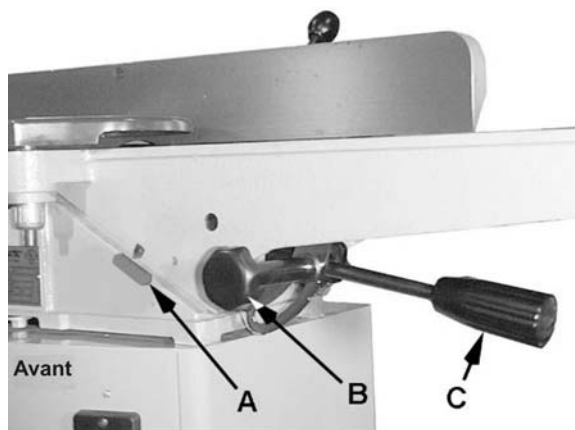
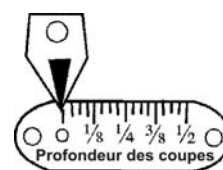

Figure 16
Figure 17
Référez-vous aux Figures 16 – 18.
1. Desserrez la vis à oreilles (D) et le bouton de blocage (B).
2. Soulevez ou abaissez le *manche de réglage de la hauteur* (C) jusqu'à ce que l'échelle (A, Fig. 16 et Figure 17) atteigne environ la profondeur de coupe souhaitée.
Astuce utile : Parfois, vous allez remarquer que vous ne pouvez pas effectuer de réglage tout en haut jusqu'à zéro, ou vers le bas jusqu'à 1/2" sur la *profondeur de l'échelle de coupe* (Figure 17) lorsque vous soulevez ou abaissez le manche (C, Fig. 16). Si tel est le cas :
En maintenant le *bouton de blocage* (B, Fig. 16) déverrouillé, faites pivoter le *manche de réglage de la hauteur* (C, Fig. 16) quelques tours, puis soulevez ou abaissez-le. Une fois que vous pouvez atteindre zéro ou le réglage 1/2" (Figure 17), vous pourrez encore faire pivoter le manche (C) complètement.